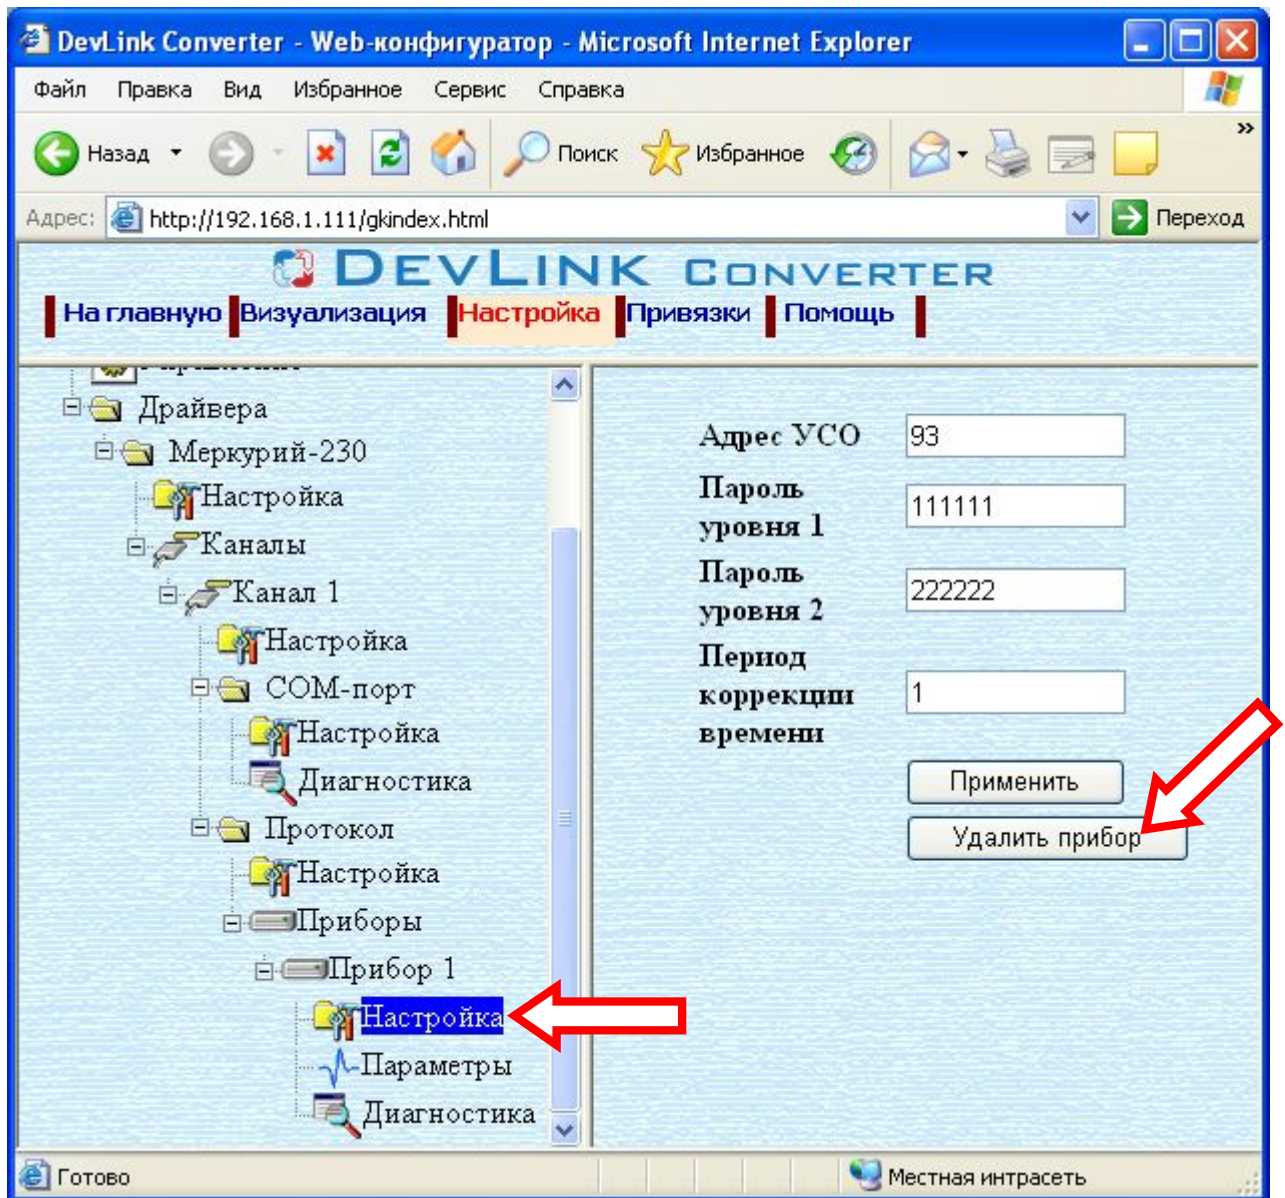

Рисунок 3.7 – Удаление прибора
- Выберите в дереве объектов *папку «Настройка»* прибора нужного канала драйвера (рисунок 3.7).